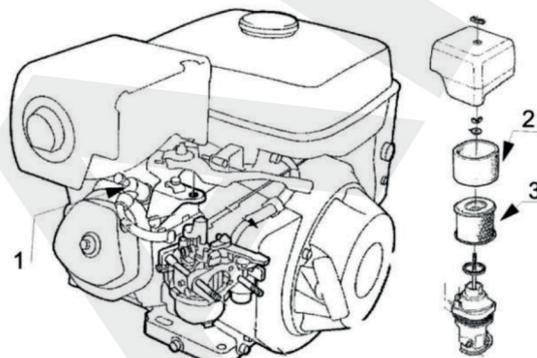

Рис.9
- Промойте губчатую часть (Рис. 9 поз. 2) воздушного фильтра тёплой мыльной водой, прополощите и высушите ее, или очистите с использованием невоспламеняющегося растворителя и высушите.
- Продуйте бумажную часть воздушного фильтра сжатым воздухом. (Рис. 9 поз. 3)
- Снимите наконечник свечи зажигания (Рис. 9 поз. 1), удалите грязь со свечи зажигания.